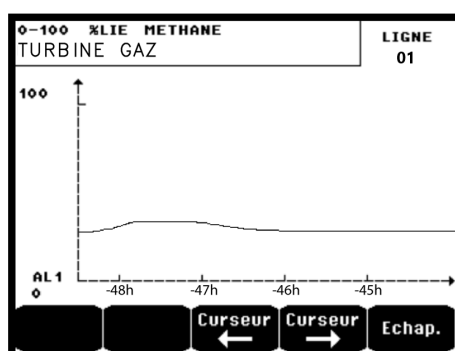

Figure 18 : exemple d'écran d'affichage de courbes.
H.	Touches de fonctions ■ Menu : affichage du menu principal. Voir paragraphe « Menu principal » en page 27. ■ Courbe : affichage de la courbe des mesures des 10 derniers jours (Figure 18). Les touches Curseur → et Curseur ← permettent le déplacement sur l'échelle du temps. La